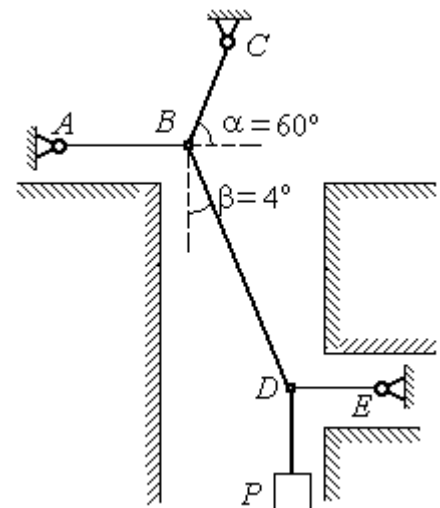

Рис. 1.13. Схема отвеса
**Задача 4.** Шахта ориентируется в вертикальной плоскости с помощью несвободного проволочного отвеса  $CBDP$ , натянутого грузом весом  $P = 50$  Н (рис. 1.13).